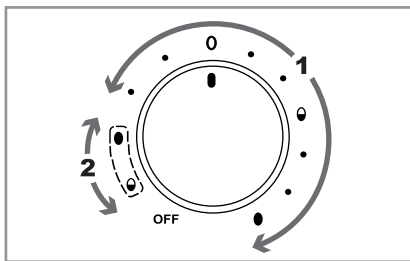

Fig. 1
- 1) Girare la manopola **10** nella posizione corrispondente al grado di durezza desiderato delle uova. Utilizzare il campo di regolazione "1" (vedere fig. 1) con i simboli e i punti che li precedono:
Per il primo processo di cottura si applica il campo di regolazione "1" con i simboli e i punti che li precedono. Per il secondo processo di cottura si applica il campo di regolazione "2" con i simboli circondati da una linea tratteggiata (vedere fig. 1).
- 2) Girare la manopola **10** nella posizione corrispondente al minore grado di durezza desiderato (si applica il campo di regolazione "1", vedere fig. 1). La spia di controllo **9** si accende e il processo di cottura ha inizio.
- 5) Ricollocare il coperchio **3** e girare la manopola **10** nella posizione all'altezza dei simboli circondati da una linea tratteggiata (campo di regolazione "2", vedere fig. 1), i quali corrispondono al grado di durezza desiderato delle uova rimaste nell'apparecchio: